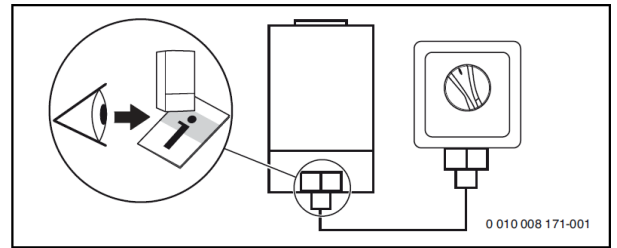

Fig. 4
- Elektrokabel laut Anschlussschema (siehe auch im Inneren des Gehäuses ) anschliessen (>Fig 4)